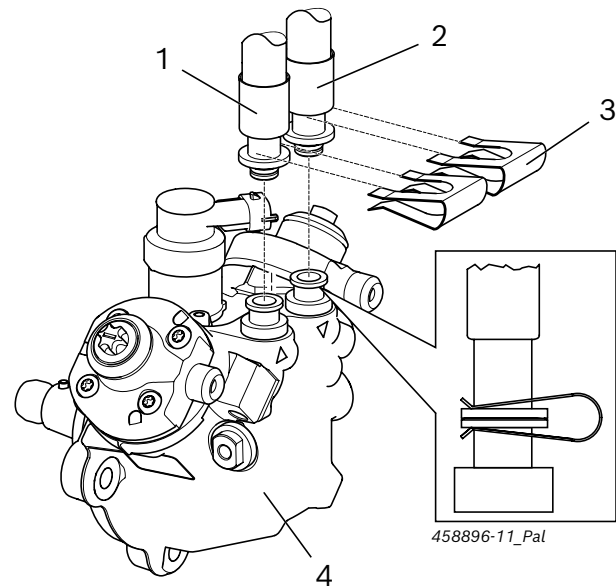

Fig. 3: CP4.2 avec système enfichable
! Pour le raccord d'huile d'essai du CP4, utiliser les flexibles spécifiques de la pompe. Fixer les flexibles au CP4 avec les pinces de maintien 1 685 200 116 (Fig. 3, Pos. 3). Les flexibles et les pinces de maintien sont fournis dans le kit de pièces 1 687 016 125.
1. Raccorder le flexible pour l'arrivée d'huile d'essai (Fig. 3, Pos. 1) sur le raccord d'arrivée du CP4.
2. Raccorder le flexible pour le retour d'huile d'essai (fig. 3, pos. 2) sur le raccord de retour du CP4.
3. Fixer les deux flexibles sur les raccords du CP4 avec les pinces de maintien (Fig. 3, Pos. 3).